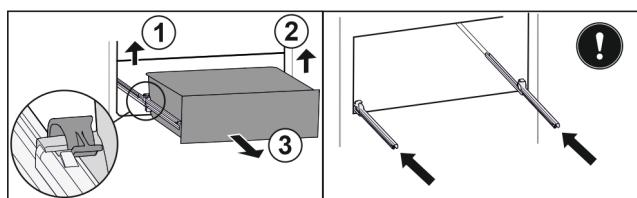

Fig. 34
- Приподнимите левый зажим и одновременно вытяните движением вперед выдвижной ящик слева. Fig. 34 (1)
- Приподнимите правый зажим и одновременно вытяните движением вперед выдвижной ящик справа. Fig. 34 (2)
- Извлеките выдвижной ящик движением вперед. Fig. 34 (3)